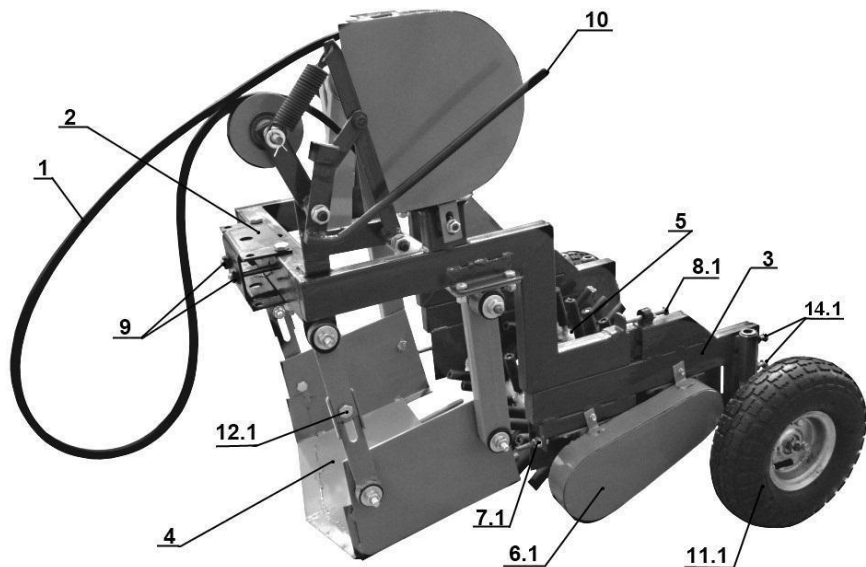
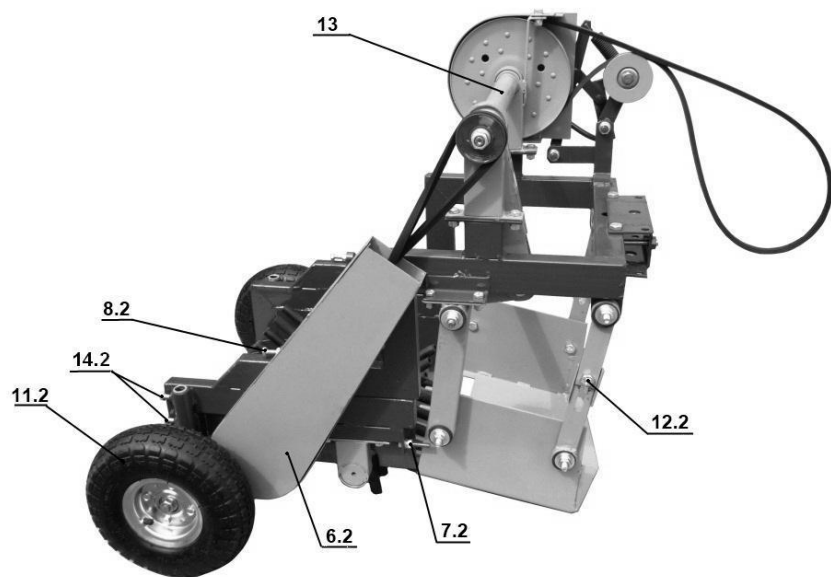

Рис. 3
Рис. 4
1. Принципиальное отличие копалки, в зависимости от модели мотоблока, в положении прицепной скобы (см. Рис. 1 и Рис. 2), а также в длине приводного ремня - входит в комплект поставки (поз.1/Рис. 3):
2. В узле ременных передач (поз.6.1/Рис.3) применяется ремень **A 500**.
3. В узле ременных передач (поз.6.2/Рис.4) применяется ремень **A 1500**.
Агрегат приводится в действие механизмом ременных передач (поз.1, поз.6.1/Рис.3 и 6.2/Рис.4) от коленчатого вала двигателя мотоблока через шкивы.
Активный лемех (поз.4/Рис.3) подкапывает борозду – почву и клубни, которые попадают на первый игольчатый шнек. Здесь происходит первичное дробление грунта. Далее, клубни и почва продвигаются на второй игольчатый шнек, который вращается в два раза быстрее. Происходит окончательная очистка от земли, после чего идет откладывание картофеля на поверхность почвы.
- рама (поз.3/Рис.3);
- активный лемех (поз.4/Рис.3);
- узел крепления (поз.2/Рис.3);
- шнек ведущий и шнек ведомый (поз.5/Рис.3);
- приводной вал (поз.13/Рис.4);
- натяжной механизм (включение копалки в работу ) (поз.10/Рис.3);
- опорные колеса (поз.11.1/Рис.3 и поз.11.2/Рис.4).
3. Отрегулировать соосность продольных осей мотоблока и копалки при помощи упорных болтов (поз.9/Рис.3), применив торцовый ключ на 17, исключив люфт. Соединение должно быть **жестким**.
4. Прицепить приводной ремень (поз.1/Рис.3) на свободный «ручей» шкива мотоблока, пропустив его внутри защитного кожуха мотоблока.
5. Натяжение ремня (включение в работу) производится поворотом рукоятки (поз.10/Рис.3) по часовой стрелке с автоматической фиксацией. Усиление натяжения обеспечивает пружина.
6. Глубину подкапывания регулируем лемехом (поз.4/Рис.3) и опорными колесами (поз.11.1/Рис.3 и поз.11.2/Рис.3). Для этого лемех выставляем на требуемую глубину, меняя угол атаки болтами (поз.12.1/Рис.3 и поз.12.2/Рис.4), а опорные колеса (поз.11.1/Рис.3 и поз.11.2/Рис.4) регулируем болтами (14.1/Рис.3 и 14.2/Рис.4). **Желаемый результат достигается опытным путем.**
2. Для компенсации растяжения ремней предусмотрены регулировочные болты (поз.7.1/Рис.3; поз.7.2/Рис.4 **и** поз.8.1/Рис.3; поз.8.2/Рис.4).